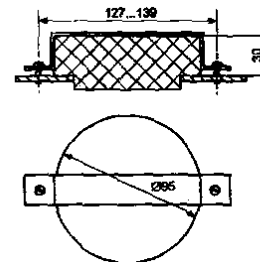

Рис. 2. Крепление датчика.
5.1. Рекомендуемый способ крепления датчика приведен на рис. 2